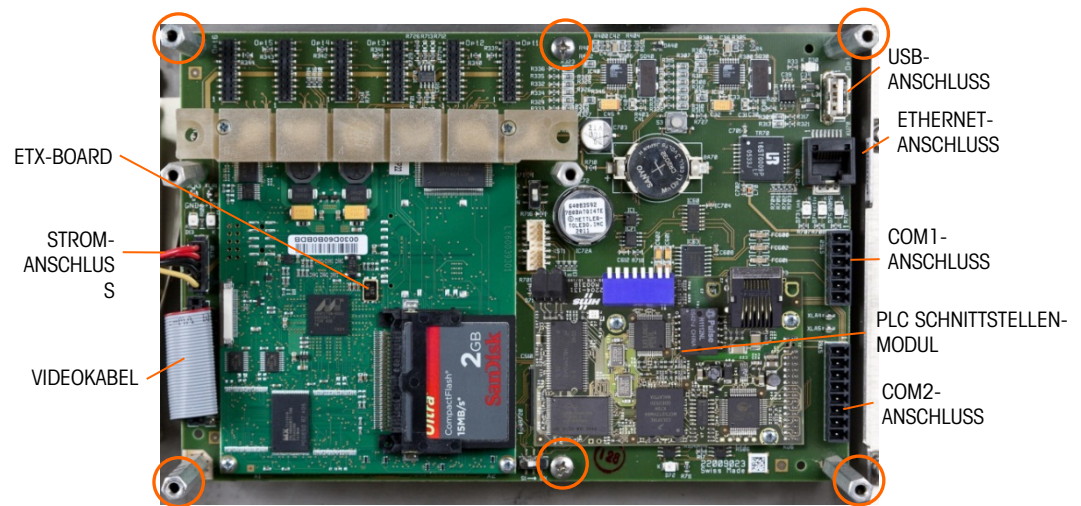
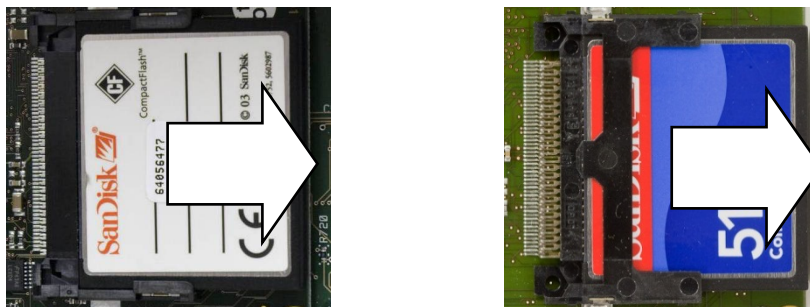

Abbildung 3-48: Hauptplattenanschlüsse und Befestigungsschrauben
Abbildung 3-57: Ausbau der CF-Karte
11. Entfernen Sie alle Peripheriestecker aus ihren Buchsen – COM1, COM2, Ethernet, USB, Netzteil und Video. Die Positionen der einzelnen Anschlüsse sind Abbildung 3-48 zu entnehmen.
13. Schrauben Sie die sechs Schrauben heraus, mit denen das Hauptplatine am Gehäuse befestigt ist, und entfernen Sie sie. Ihre Positionen sind in Abbildung 3-48 umkreist. Bei einem schalttafelmontierten Terminal sind die vier äußeren Befestigungsteile, wie in Abbildung 3-49 gezeigt, sechskantige Abstandshalter.
1. Entfernen Sie die zwei Schrauben, mit denen die untere Kartenführung und das ETX-Board an der Hauptplatine befestigt sind (Abbildung 3-48). Die Positionen dieser Schrauben sind Abbildung 3-51 zu entnehmen.
5. Sichern Sie das Board mit Schrauben an der Hauptplatine. Zwei dieser Schrauben dienen auch der Befestigung der unteren Kartenführung. Diese Schiene ist asymmetrisch und muss in der in Abbildung 3-57 gezeigten Ausrichtung montiert werden. Beachten Sie, dass das längere Ende zur Batterie der Hauptplatine hin weist.
Zum Entfernen einer CF-Karte vom ETX-Board halten Sie die Seiten der CF-Karte fest und schieben Sie sie vorsichtig in die in Abbildung 3-57 ausgewiesene Richtung aus ihrem Steckplatz heraus. Möglicherweise müssen Sie die Karte leicht von einer Seite zur anderen bewegen, um sie aus ihrer Halterung zu lösen. Wenn ein PLC-Schnittstellenoptionsmodul installiert ist, muss dieses möglicherweise zuerst entfernt werden.
In Abbildung 3-57 ist die CF-Karte in der gleichen Ausrichtung dargestellt wie in Abbildung 3-48.